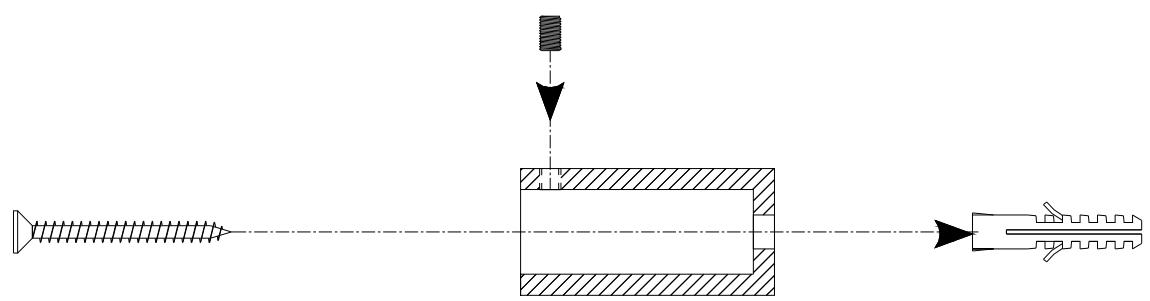

Fig. 3
3.4 Fissare al muro il cilindro con sede conica (Fig. 3) mediante tasselli idonei alla tipologia della muratura ed in grado di sostenere a parete il radiatore. In dotazione vengono forniti tasselli D.8 mm per cemento armato. Seguire la tabella ed il disegno in Fig. 1 per le quote, inoltre si consiglia di segnare il punto di fissaggio al muro chiudendo il radiatore contro la parete.
3.4 Fasten the cylinder with tapered seat (fig. 3) to the wall by means of suitable plugs. The plugs must be suitable to type of wall and sturdy enough to carry the weight of the radiator. The radiators are supplied as standard with 8mm diameter plugs for reinforced concrete. Follow the dimensional indications provided in the table and the drawing in fig. 1. It is advisable to mark the fastening point on the wall by closing the radiator against the wall.